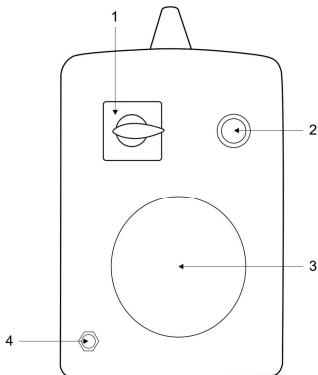

Рис.3 Задняя панель
**Снабжение газом:** Подсоедините газовый шланг к медному штуцеру. Система газоснабжения, состоящая из газового баллона, редуктора и газового шланга, должна иметь плотные соединения, чтобы обеспечить надежную подачу газа, что является чрезвычайно важным для осуществления TIG сварки (Рис.3).
После выполнения всех необходимых работ выключите аппарат посредством перевода тумблера в положение “Выкл.” (Рис.3). Проверьте, ничего ли не тлеет вокруг, т.к. пожар может начаться не сразу, а через некоторое время.
После выполнения действий, указанных выше, переведите тумблер в положение “Вкл.”, аппарат начнет свою работу с включения амперметра и работы вентилятора (Рис.3).
положение “Выкл.” Проверьте, ничего ли не тлеет вокруг, т.к. пожар может начаться не сразу, а через некоторое время (Рис.3).